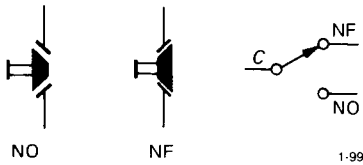

Figure 1.99 - Interrupteurs à contact fugitif (bouton-poussoir).
**Boutons-poussoirs.** Les interrupteurs à bouton-poussoir sont utilisés pour les applications à contact momentané ; on les représente comme sur la figure 1.99. Les repères conventionnels NO et NF (Normalement Ouvert, et Normalement Fermé) sont souvent remplacés par les équivalents anglo-saxons NO et NC (*Normally Open et Normally Closed*) ; ils n'ont de sens que pour les interrupteurs à deux positions.